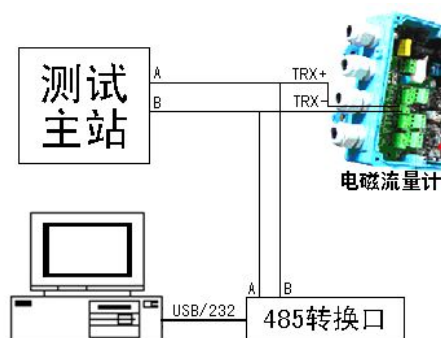

图 5-5 串口调试助手连接示例图
1. 将主站设备与流量计正确连接，再用 USB（或 232）转 485 口并联至系统中，如图 5-5 所示。